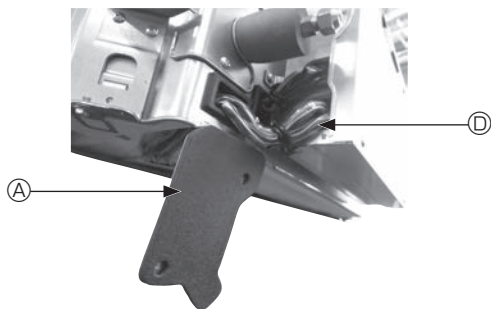

Fig. 5-4
- ① Retirez les deux vis de fixation du couvercle des fils de l'appareil principal, puis ouvrez le couvercle.
- ② Faites passer les fils de l'i-see Sensor et du récepteur de signal dans les entrées de fils du boîtier des composants électriques, comme montré sur le schéma, et autour des traversées isolées sur le côté de l'appareil principal. (Fig. 5-4)